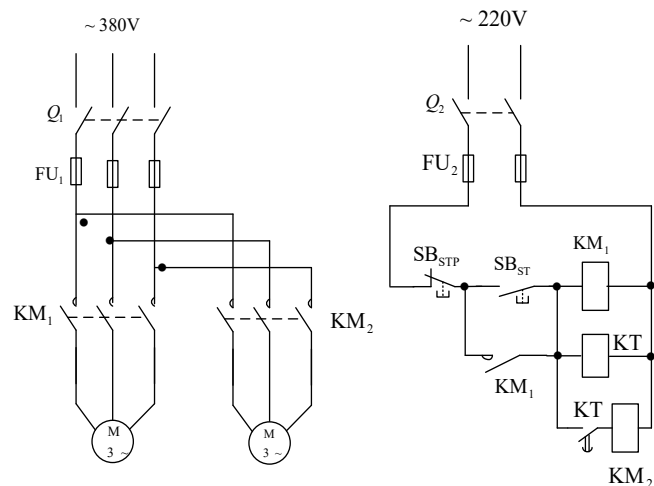

图 12-1 两台电动机顺序起动的控制电路
② 两台电动机顺序起动的控制电路按图 12-1 接线。参照实训内容（3）①介绍的方法检查控制电路。（此时测得的电阻值为 KM1 和 KT 两个线圈并联后的阻值）然后合上 Q2，观察控制电路接触器、继电器动作情况，若控制电路动作正常，主电路接线正确，则可接通电源开关 Q1，观察一台电动机先起动，同时时间继电器线圈通电，延时一段时间后，时间继电器动作，另一台电动机随之起动。
1) 按图 12-1 接线，其中电动机采用 Y 接法；并请指导教师检查线路是否无误，方可通电；